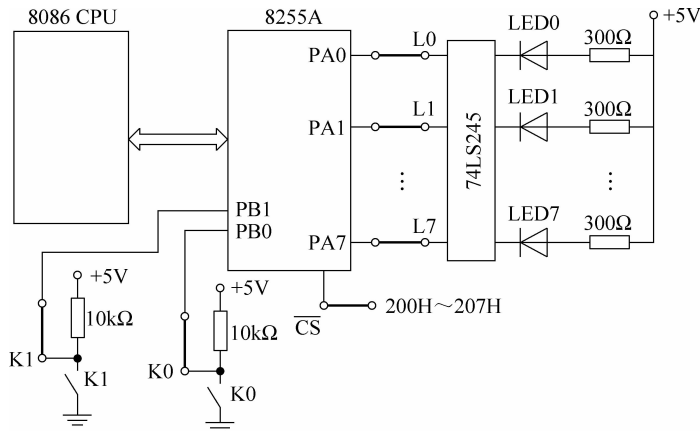

图 5-14 8255A 控制 LED 灯左右循环亮电路框图
(1) 项目电路连接：如图 5-14 所示的粗线表示在超想-3000TC 综合实验系统上要连接的线。接线描述如下：8255A 的片选 \overline{CS} 孔用导线接至译码处 200H~207H 插孔，8255A 的 PA0~PA7 用导线接至 LED0~LED7，PB0~PB1 用导线接至开关 K0 和 K1。
(2) 项目说明：8255A 是常用的并行接口芯片，在使用时，只要对 8255A 进行初始化就可以使用。本项目 PA 口作为输出口，PB 口作为输入口，工作于方式 0。当开关 K0 闭合时，LED 灯左循环亮，当开关 K1 闭合时，LED 灯右循环亮。
用 8255A 控制 LED 灯左右循环亮电路框图如图 5-14 所示。电路由 8086 CPU 芯片、8255A 芯片、8 只 LED 发光二极管和两只开关 K0 和 K1 等组成。